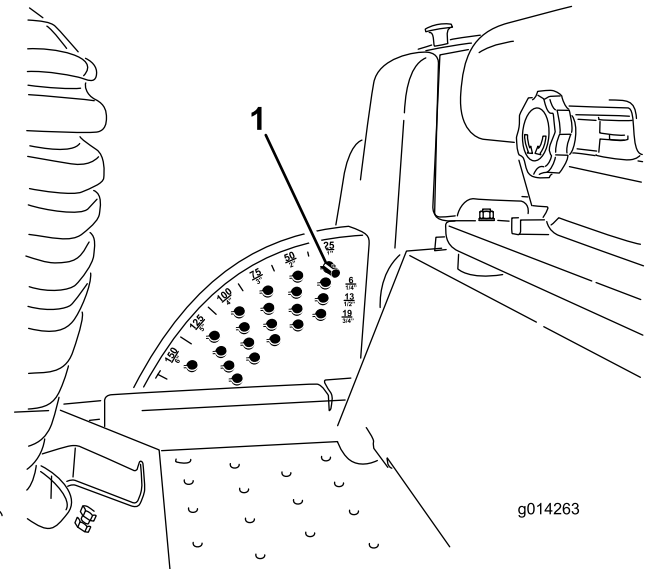

图 18
1. 如图 18 所示在发动机运行的同时向后推刀盘提升开关直至滚刀组完全升起然后立即松开开关。
2. 旋转剪草高度销直至销上的小块与剪草高度支架孔内的槽在一条线上然后取下销图 18。
3. 选择剪草高度支架对应所需剪草高度的孔插入销将其向下旋转并锁定到位图 18。
注意 共有 4 排孔的位置图 18。最上面的一排是高于限位销的列明剪草高度。其下第二排的剪草高度为列明剪草高度加 6mm。其下第三排的剪草高度为列明剪草高度加 12mm。最下面一排的剪草高度为列明剪草高度加 18mm。15.8cm 位置仅有 1 个孔位于第二排。此孔不需添加 6mm 即可到 15.8cm 位置。